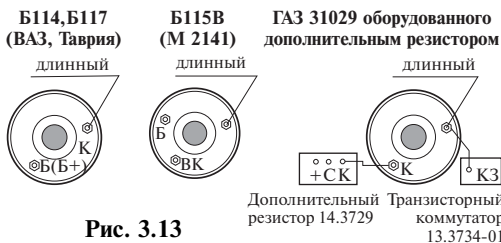

Рис. 3.13
- с прерывателем (для контактной системы зажигания) Рис. 3.13.
- коммутатором (для бесконтактной системы зажигания) Рис. 3.13.